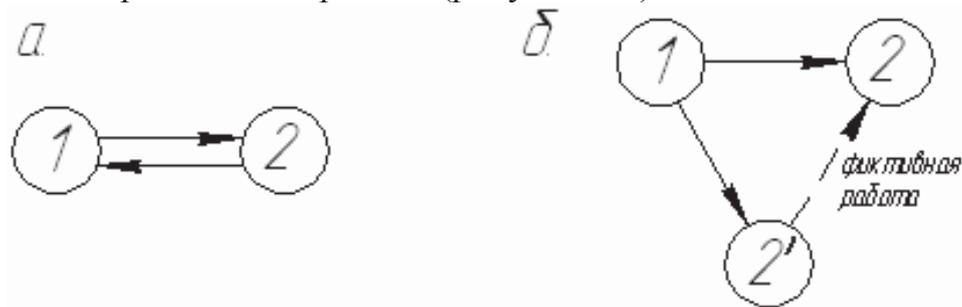

Рисунок 4.4 - Пример неправильного (а) и правильного (б) построения сетевого графика
4. Любые два события должны быть непосредственно связаны не более чем одной работой – стрелкой (рисунок 4.4).